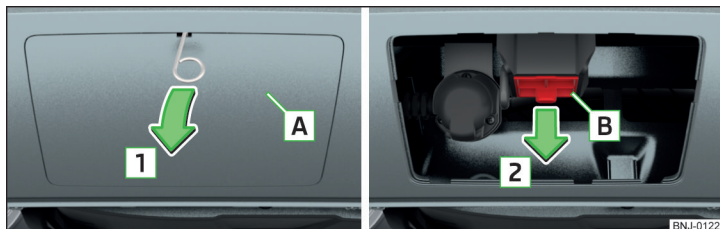

Fig. 133 Demontarea măștii: la bara de protecție spate / pentru locașul de fixare
➤ Scoateți capacul **A** » fig. 133 în sensul săgeții **1** cu ajutorul bridei pentru extragerea capacelor integrale de roată » pagina 172 din trusa de scule.
După demontare, păstrați măștile **A** și **B** » fig. 133 într-un loc adecvat, în port-bagaj.
- Montați capacul **B** » fig. 133 la pagina 133 în sens opus săgeții **2**.
- Aplicați capacul **A** » fig. 133 la pagina 133 la „cârligele” din partea de jos a barei de protecție.